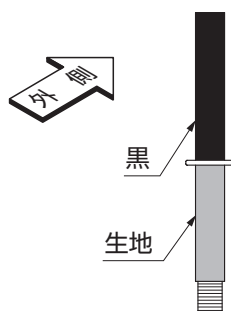

図6-1
- ヒジツボピンA・ヒジツボピンBは黒いシャフトの方を上に向けて取付けてください。(図6-1参照)